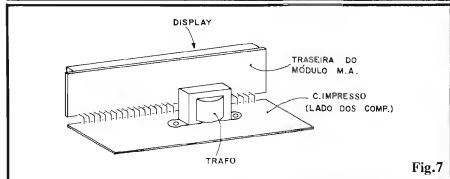

Fig. 7
- FIG. 7 - DETALHAMENTO MECÂNICO DO CONJUNTO COMPLETO - Depois de tudo interligado (ainda antes, contudo, da inserção na caixa...), o aspecto geral do conjunto ficará "nos conformes" da ilustração. Notar que o transformador, incorporado à placa de "apoio", dará estabilidade ao arranjo, "baixando" seu centro de gravidade o suficiente para que o conjunto facilmente repouse na sua posição natural de utilização e visualização...